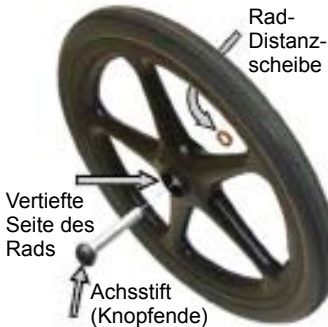

Abb. 2
- Die Achsen und Achsen-Distanzscheiben aus dem Plastikbeutel nehmen. Die Achse von der Seite mit dem tiefliegenden Lager aus in das Rad einstecken (Abb. 2). Dabei den Knopf am Ende der Achse eindrücken, damit die Achse vollständig durch das Radlager geführt werden kann. Wie in Abb. 2 gezeigt auf der Rückseite des Rads eine Distanzscheibe auf die Achse setzen; den Knopf an der Achse dabei gedrückt halten.